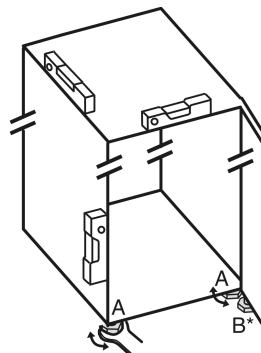

Fig. 23
- Az állítható lábakat Fig. 23 (A) a mellékelt villáskulccsal és egy vízmerce segítségével csavarja ki addig, amíg a készülék szilárdan és egyenesen be nincs igazítva.
- A csapágybak állítható lábát Fig. 23 (B) a mellékelt villáskulccsal csavarja ki úgy, hogy a padlón feküdjön.
- Az állítható lábat Fig. 23 (B) forgassa tovább 90°-kal.